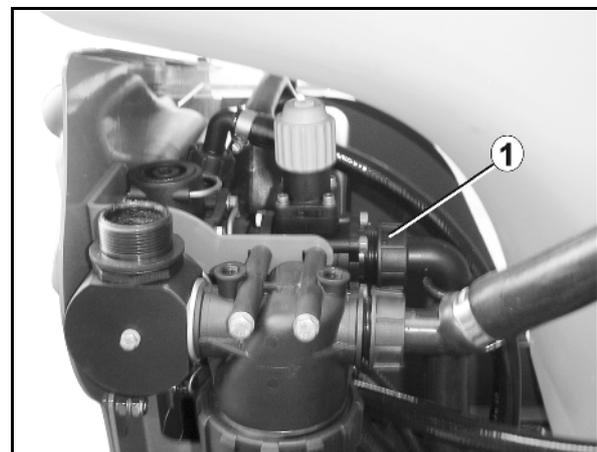

Fig. 154
1. Omløbermøtrikken (Fig. 154/1) løsnes